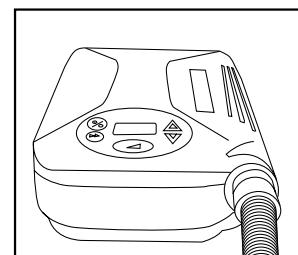

Figura 6
- Conecte el tubo de 6 pies de longitud y 22 mm de diámetro al puerto de salida de la parte delantera del equipo **Figura 6**. El aire CPAP se suministra desde aquí.